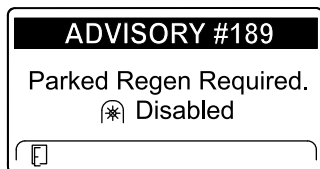

図 52
- 時間以内に駐車再生を行わないと、インフォセンターに駐車再生要求が表示され、PTO が無効化され、アドバイス No.189 が表示されます 図 52。